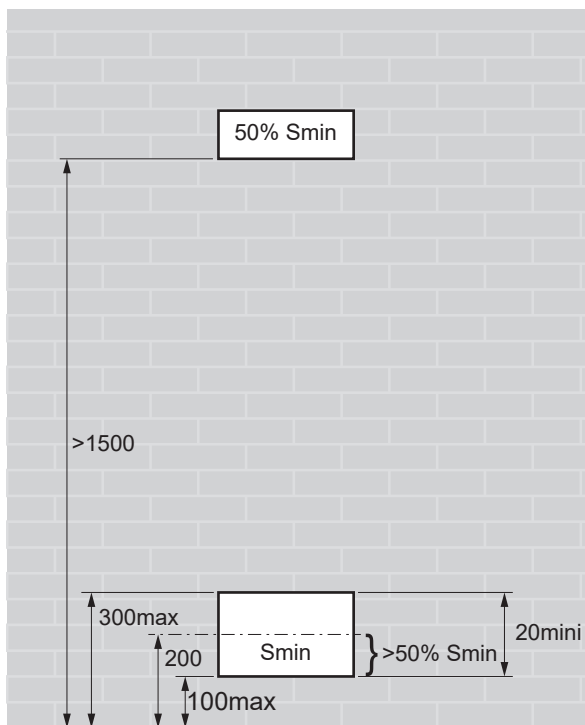

Abb. 23 - Position der Lüftungsöffnungen
- Kann die Mindestfläche (Abb. 24) nicht eingehalten werden, den Anweisungen der Abb. 26 folgen und die Oberflächen der angrenzenden Teile und die Erstellung von Lüftungen berücksichtigen (siehe Abb. 23 und Abb. 25).